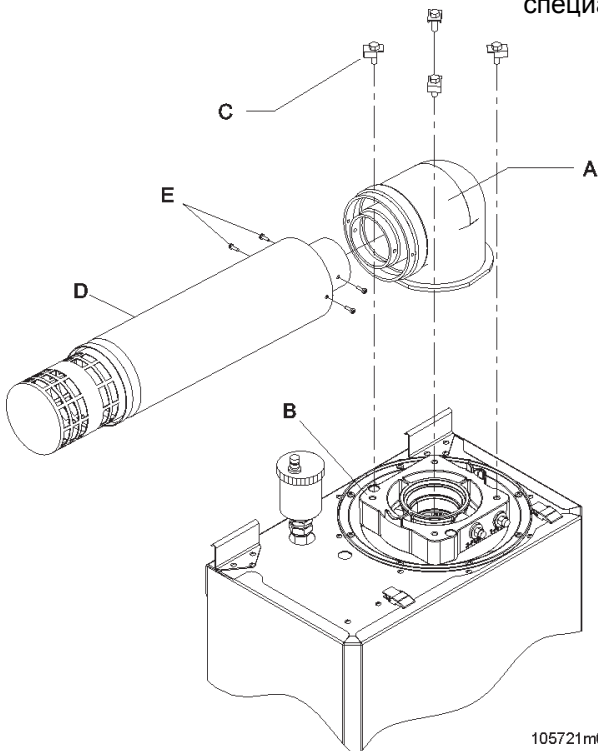

Рисунок 20 - Установка коаксиальной системы
Котел в серии поставляется без переходников, связывающих с выводом отработанных газов и подвода воздуха. Для подсоединения котла к коаксиальной системе 60/100 необходимо спрашивать специальный набор и установить как на рис.20.
- внимательно изучить рисунок 20;